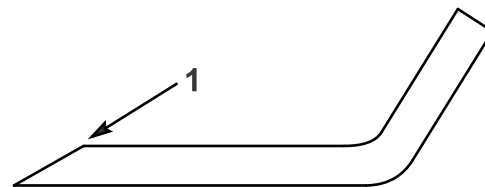

Figure 40
1. Au moyen d'une lime, aiguiser les tranchants aux deux extrémités de chaque lame (Figure 40). Veillez à conserver l'angle de coupe d'origine. Limez la même quantité de métal sur les deux tranchants pour ne pas déséquilibrer la lame.